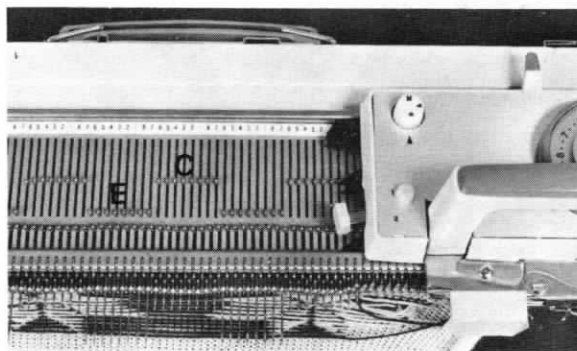

Fig. 81
- b) Avanzar las agujas necesarias para el color 2 en posición de espera E (Fig. 81). Enganchar el alimentador con el color 2 y tejer una pasada;
- c) Estando el carro en el lado opuesto, avanzar a posición de espera E (Fig. 81) solamente las agujas que estaban en posición C. Enganchar el alimentador de color base y tejer una pasada;